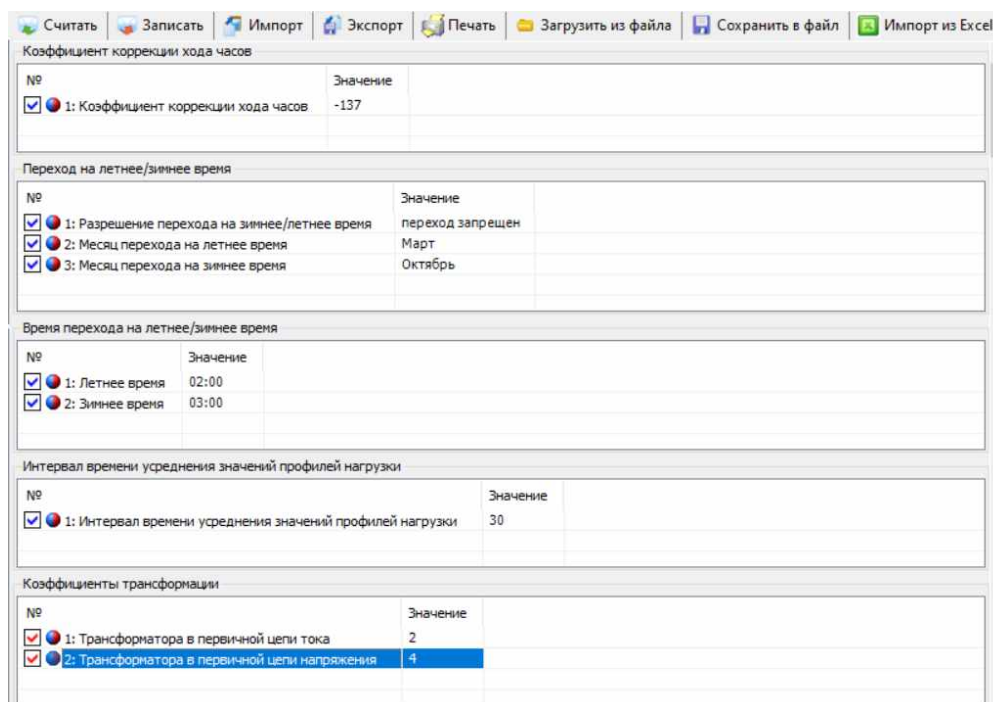

Рисунок 7.6 – Вкладка «Считать»
4.2. Запишите в «Коэффициенты трансформации» – «Трансформатора в первичной цепи тока» коэффициент, равный 2, а в «Трансформатора в первичной цепи напряжения» коэффициент, равный 4 (рис. 7.6).